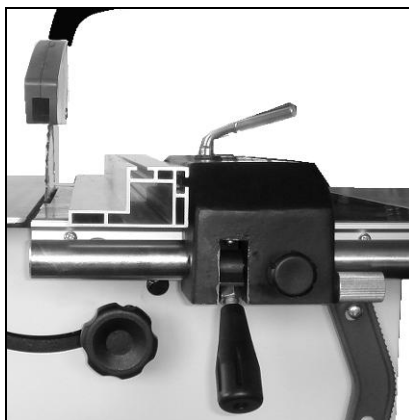

Рисунок 18
- Распиловка узких заготовок (ширина менее 120 мм) допускается только при горизонтальной установке параллельного упора (рис. 18).